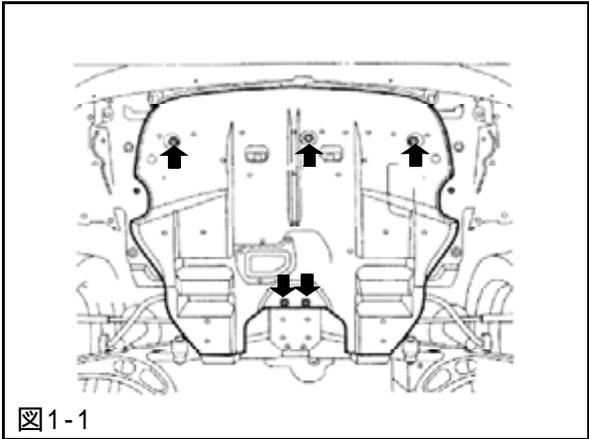

図1-1
- (1) ストラットタワーバーを取外してください。
- (2) アンダカバーを取外してください。(図1-1)
- (3) 冷却水を抜取ってください。